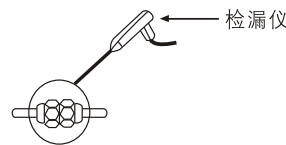

图34
- 3 用⑬塑料绝缘带把铜管和连接电缆包起来。
- 4 在接口处用检漏仪或者肥皂水来检查是否有泄漏。(如图34)